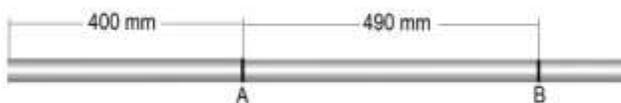

Figura 64. Señalización de las marcas obtenidas
- Con las medidas obtenidas en los pasos anteriores realizamos las señalizaciones sobre la tubería a doblar, tal como se aprecia en la figura 64.